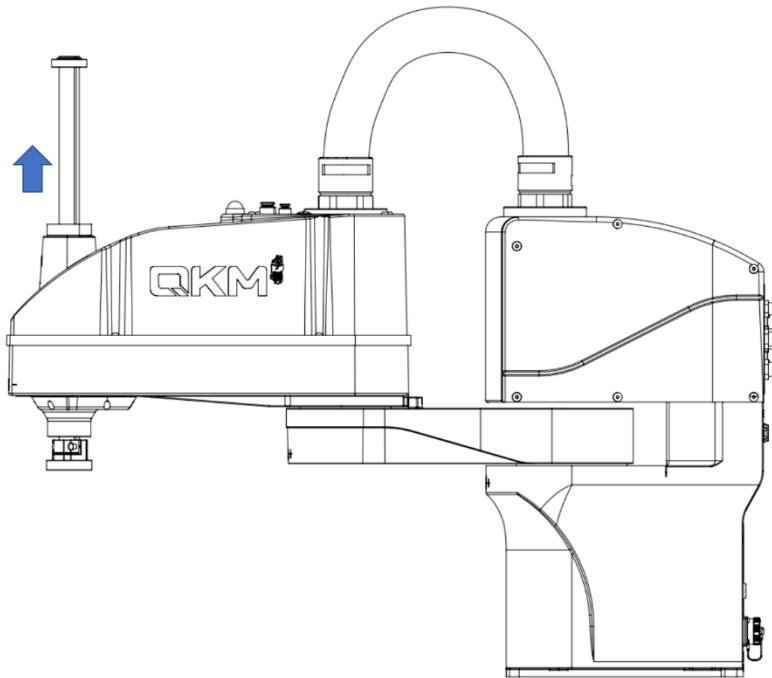

图 4-4 向上移动花键丝杆轴示意图
**步骤3** 按住抱闸按钮，将花键丝杆轴向上推至顶端，如图 4-4 所示。